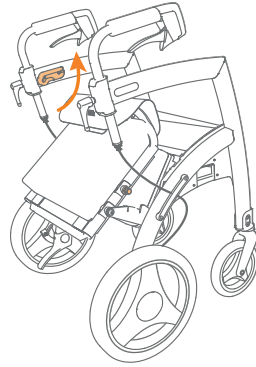
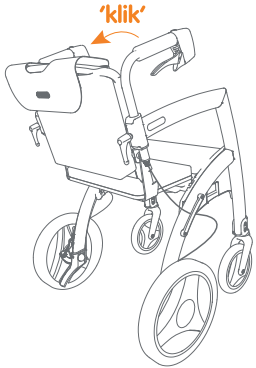

Figura 34: Tire del respaldo hacia arriba. Tire hacia adelante.
Figura 35: Encajar el respaldo en las guías
- A continuación, tire del respaldo hacia arriba y hacia atrás (figura 34) hasta que los pasadores de bloqueo de las guías superiores encajen en el marco (**Figura 35**). ¿Los pasadores de bloqueo superiores no se deslizan suavemente en las guías del marco? Entonces empuja el respaldo hacia adelante de nuevo hasta la mitad del cuadro e inténtalo de nuevo.